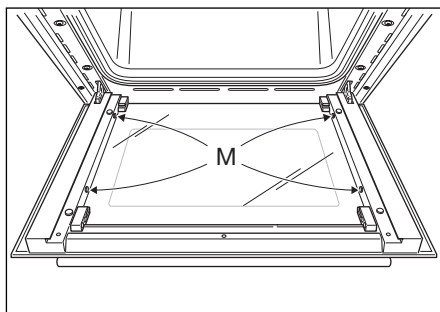

Fig. 46a
- Vérifiez que les quatre patins en caoutchouc sont en place (« M » sur la Fig. 46a).